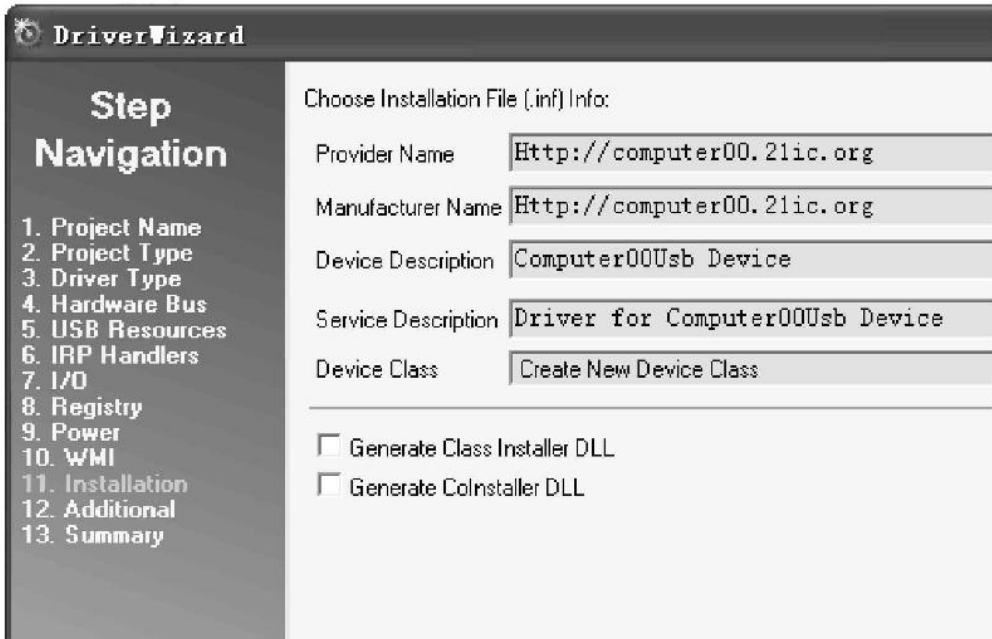

图 9.4.15 安装部分信息
(11) 安装部分信息设置,如图 9.4.15 所示。通常这里使用默认值即可,不用修改。Provider Name 为供应商名;Manufacture Name 为厂商名;Device Description 为设备描述,也就